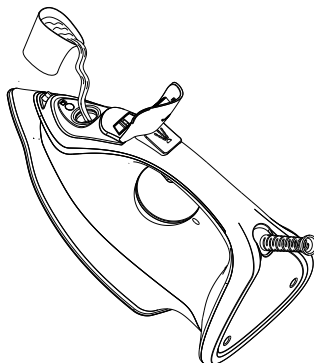

Figura 2
3. Ponga la plancha en la posición indicada (Figura 2) y llénela con agua con cuidado para que no pase del nivel máximo en la ventana visora del tanque de agua.